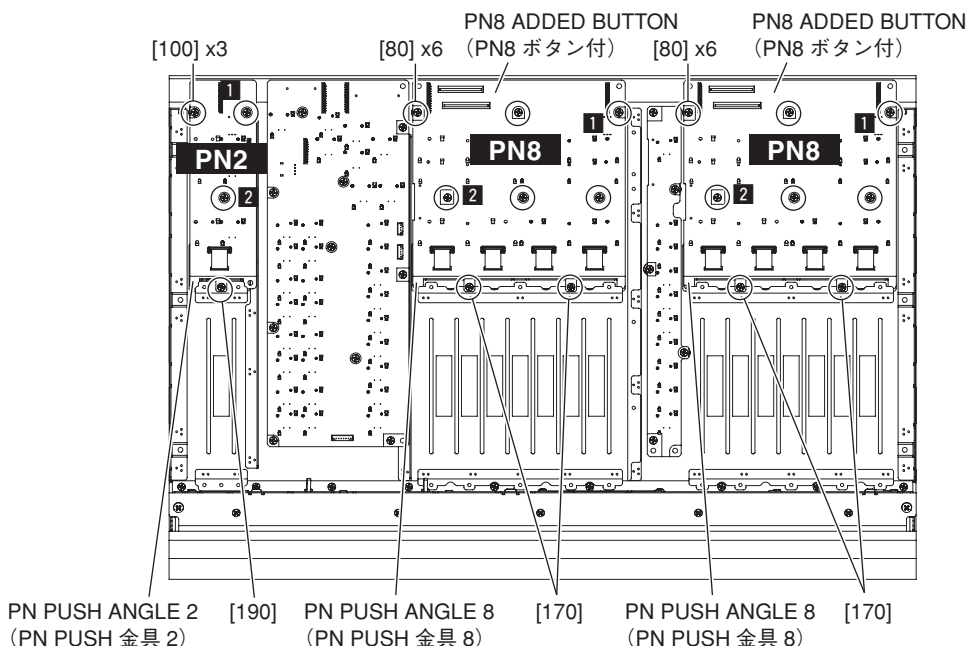

Fig. 10 (図 10)
- B-11-4. Remove the screw marked [190]. The PN push angle 2 can then be removed. (Fig. 10)
- B-11-5. Remove the three (3) screws marked [100]. The PN2 circuit board can then be removed. (Fig. 10)
- * **When installing the PN2 added button, tighten the screws **1** and **2** shown in fig. 10 in numerical order and then tighten the other screws.**
(図 10)
- ※ **PN2 シートを取り付ける際は、図 10 に示す **1**、**2** の順にネジを締めてから他のネジを締めてください。**
- B-12-3. Remove the two (2) screws marked [170]. The PN push angle 8 can then be removed. (Fig. 10)
- B-12-4. Remove the six (6) screws marked [80]. The PN8 added button can then be removed. (Fig. 10)
* **When installing the PN8 added button, tighten the screws 1 and 2 shown in fig. 10 in numerical order and then tighten the other screws.**
- B-12-3. [170] のネジ 2 本を外して、PNPUSH 金具 8 を外します。(図 10)
- B-12-4. [80] のネジ 6 本を外して、PN8 ボタン付を外します。(図 10)
※ **PN8 ボタン付を取り付ける際は、図 10 に示す 1、2 の順にネジを締めてから他のネジを締めてください。**